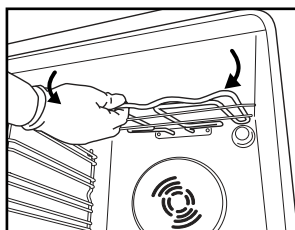
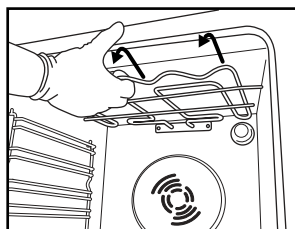

Fig. 4
Fig. 5
2. Trageți rezistența puțin în față (Fig. 4) și coborâți-o (Fig. 5).